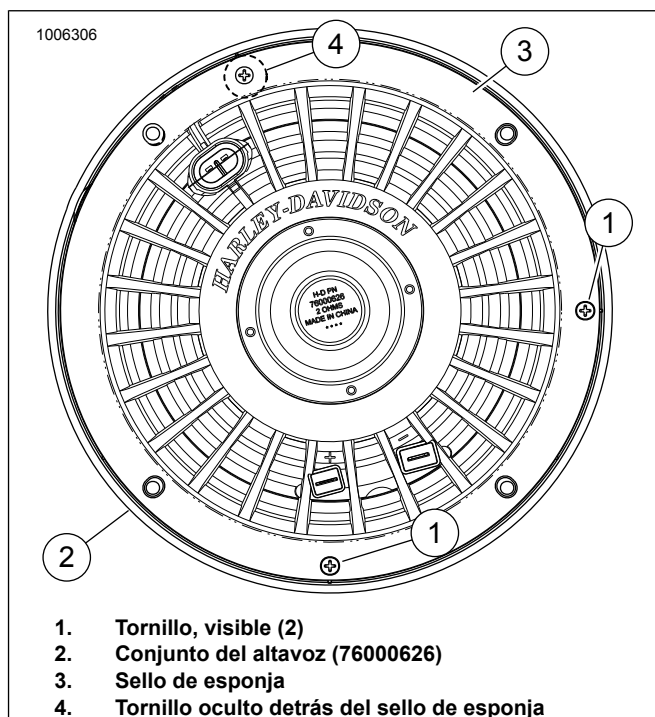
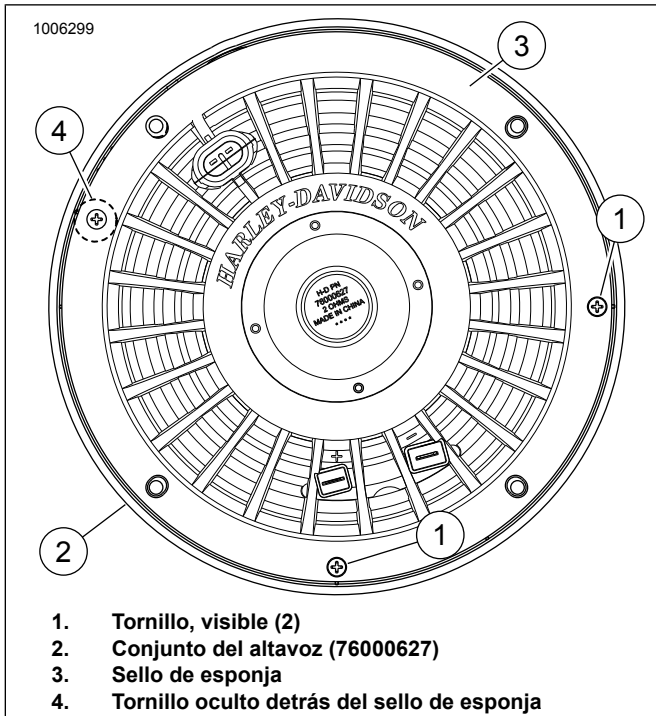

Figura 11. Conjunto del altavoz Stage II izquierdo
Figura 12. Conjunto del altavoz Stage II derecho
Consulte la Figura 11. y Figura 12. Coloque el tornillo oculto (4) debajo de la esponja. con cuidado, haga una pequeña "X" sobre el tornillo con un cuchillo de pasatiempo.